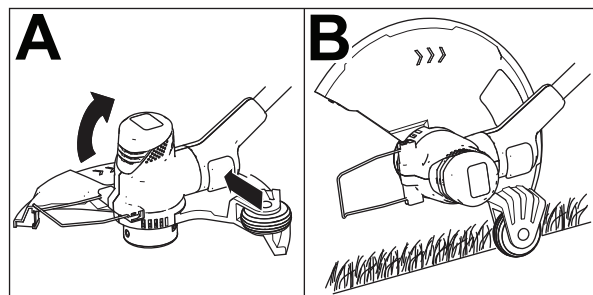

Figura 16
1. Premete il pulsante di rotazione, ruotate la testa di 90° e assicuratevi che si blocchi in posizione (A di Figura 16).
2. Appoggiate il decespugliatore sulla ruota e avviate la rifinitura (B di Figura 16).